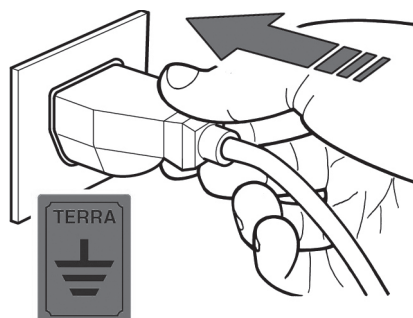

fig. 10
- E' obbligatorio che l'apparecchiatura completa sia collegata adeguatamente ad una efficiente presa a terra (fig.10).
- 2) Inserire la spina di alimentazione sulla presa fornita dal cliente (fig.10) assicurandosi che la stessa disponga del contatto di terra e che non ci siano prese multiple connesse.